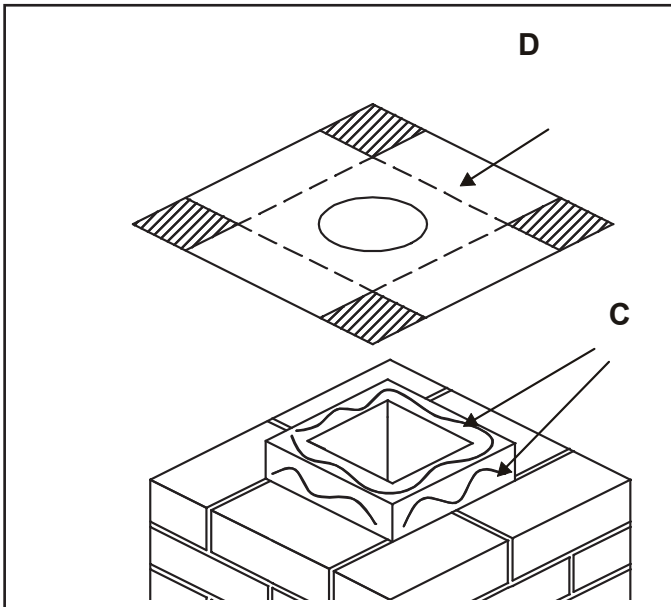

Figure 7.2
- Découpez la plaque supérieure de la cheminée afin de minimiser l'excès de surplomb ou la plier par-dessus le boisseau (voir la figure 7.2).